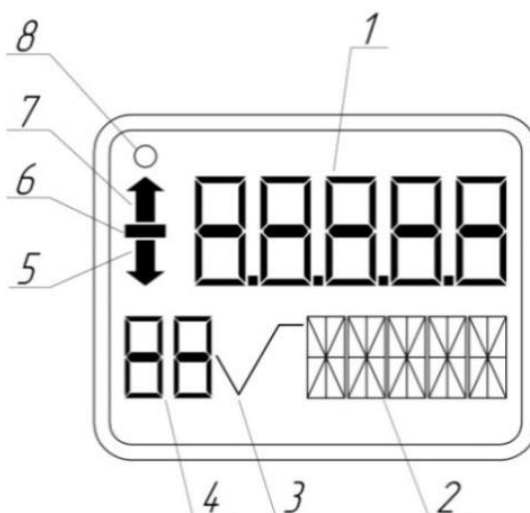

Рисунок 17 – Дисплей ЖК-индикатора
Для датчиков с поддержкой протокола HART 7 сохранение выбранного параметра в энергонезависимой памяти прибора осуществляется одновременным нажатием кнопки «↑» и «↓». При этом, на ЖК-индикаторе (рисунок 17) появляется кратковременное сообщение: «СОХР». Если с момента последнего нажатия кнопки ввода прошло более одной минуты, прибор автоматически переходит в режим отображения измеренного значения, при этом все не сохраненные настройки будут утеряны.
2.6.2 При наличии ЖК-индикатора (рисунок 17) на дисплее отображается: